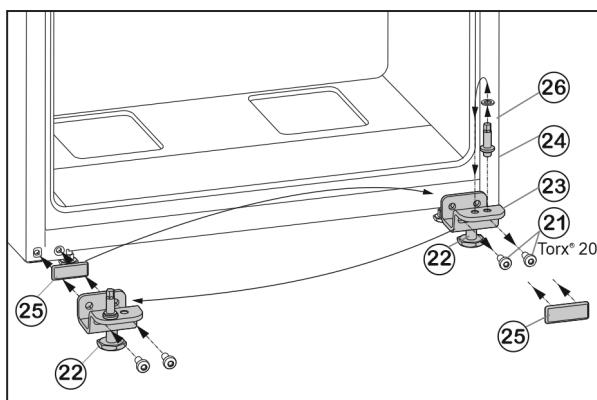

Fig. 7
- Развийте закрепващите винтове Fig. 7 (21).
- Свалете долната лагерна опора Fig. 7 (23) заедно с лагерния болт Fig. 7 (24), шайбата Fig. 7 (26) и крака Fig. 7 (22).
- Развийте лагерния болт Fig. 7 (24) заедно с шайбата Fig. 7 (26), поставете го в срещуположния отвор за лагерната опора и го завийте отново.
- Внимателно свалете покриваща плоча Fig. 7 (25) и я преместете на срещуположната страна.
- Отново завийте долната лагерна опора Fig. 7 (23) заедно с лагерния болт Fig. 7 (24), шайбата Fig. 7 (26) и крака Fig. 7 (22) върху новата страна на пантите, евент. с помощта на акумулаторна отвертка (**с 4 Nm**).
- Поставете долната врата отгоре върху лагерния болт Fig. 7 (24).
- Поставете средната лагерна опора (13) завъртяна на 180° в долната врата и я завийте със закрепващите винтове (11) (2 x Torx® 20) върху новата шарнирна страна (**с 4 Nm**).
- Поставете отново пластмасовия диск (10).
- ▶ Развийте крака Fig. 7 (22) на лагерната опора долу Fig. 7 (23), докато опре върху пода.